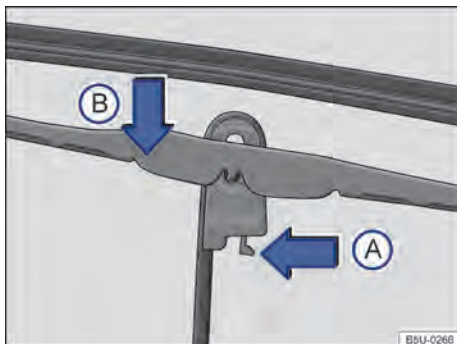

Fig. 148 Substituir as palhetas dos limpadores do para-brisa.
- Colocar a palheta em uma posição perpendicular em relação ao braço → Fig. 148.
- Apertar a trava de segurança no sentido da seta ①.
- Desencaixar a palheta no sentido da seta ②, deslocar no sentido oposto ao braço do limpador e remover no sentido oposto ao da seta ③.